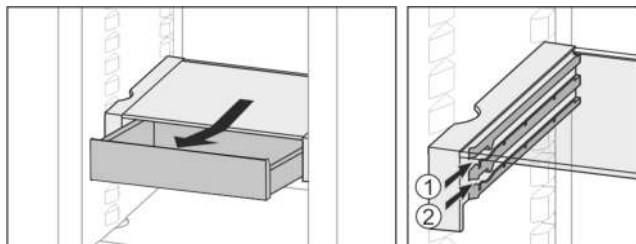

Fig. 24
- In beliebiger Höhe Fig. 24 (1) oder Fig. 24 (2) einschieben.